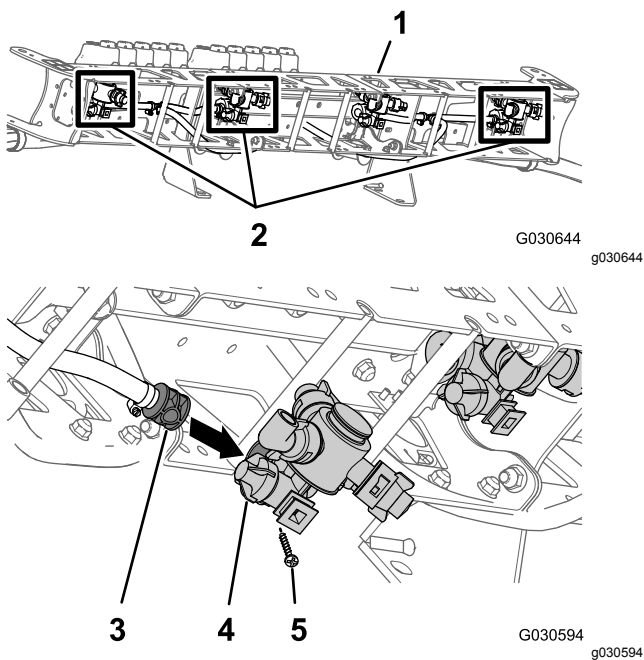
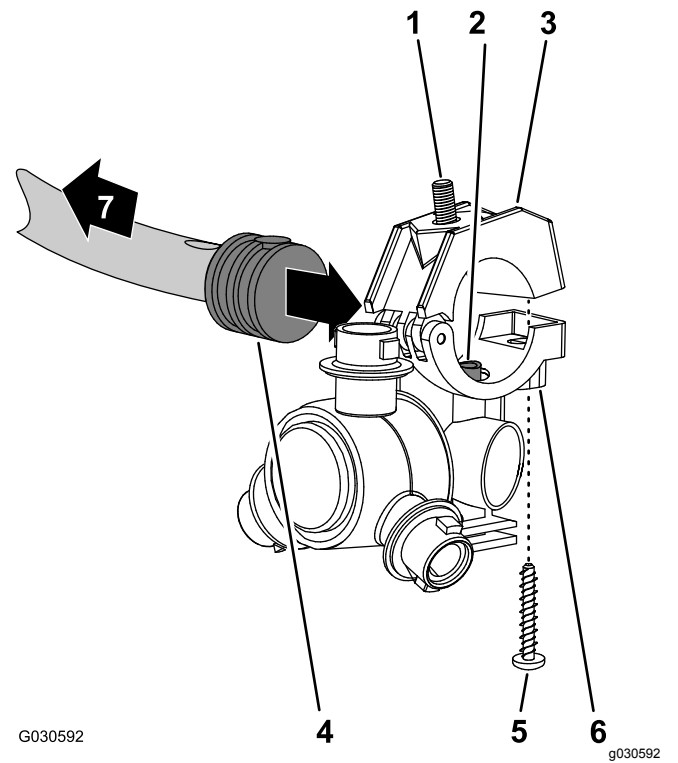

图 120
图 121
- 在中央喷洒臂段将喷嘴鞍座中的转接管图 120 和图 121 与单宝塔软管柄 $\frac{1}{2}$ 英寸一侧中的孔对齐。
4. 闭合夹具上半部分将宝塔软管柄夹在其中然后使用不锈钢螺丝#12 x 1¼英寸将夹具上半部分与喷嘴主体图 121 固定到一起。